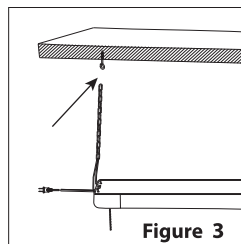

Figure 3
3. Install lamp to ceiling by hanging the chain to pre-mounted screw-hooks on ceiling (See Figure 3).
3. Installez la lampe au plafond en accrochant la chaîne aux crochets à vis prémontés au plafond (voir la figure 3).